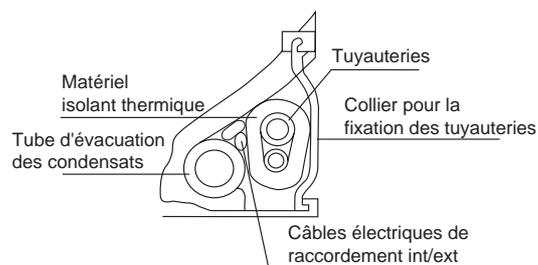

Figure 2
2- La disposition relative des tubes et des câbles doit être celle indiquée dans la figure 2, ou bien le tube d'évacuation des condensats doit être positionné en bas, les câbles électriques en haut et les tuyauteries frigorifiques vers l'extérieur.
3- Si les tuyauteries sortent de gauche ou de l'arrière-gauche (cas B précédent), fixer l'ensemble de tuyauteries et des câbles à l'unité intérieure par les spéciaux colliers (voir figures 2, 3 et 4).
- Enlever la bavure métallique qui s'est formée à la suite de l'opération de découpage par le spécial ébarbeur. Pendant l'ébavurage, adresser vers le bas l'embouchure du tube, de manière à éviter l'entrée de fragments de bavure (voir la figure 2 ci-dessous).